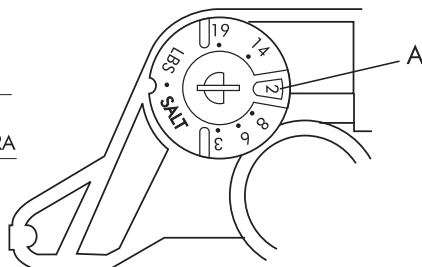

Fig. 5
- 9** Controle el regulador de salmuera (ver fig. 5): en la ventanita (A) debe aparecer el valor en función del modelo del descalcificador (ver tabla).